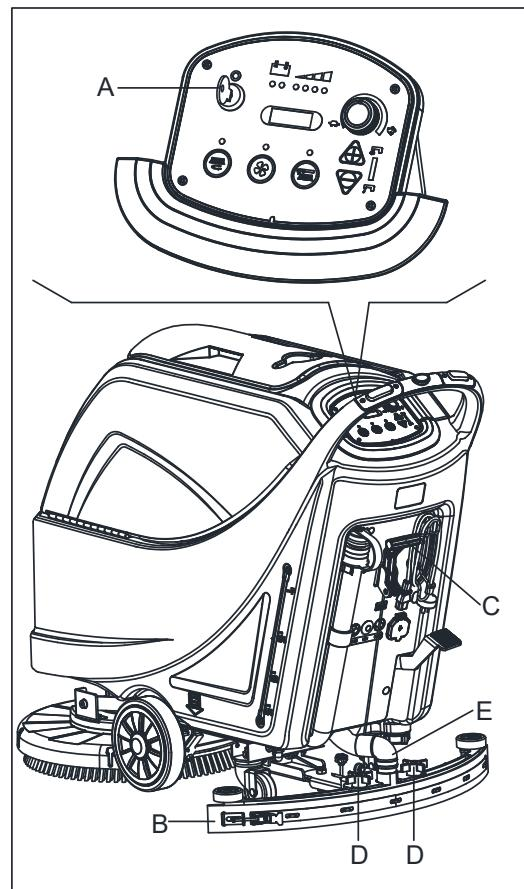
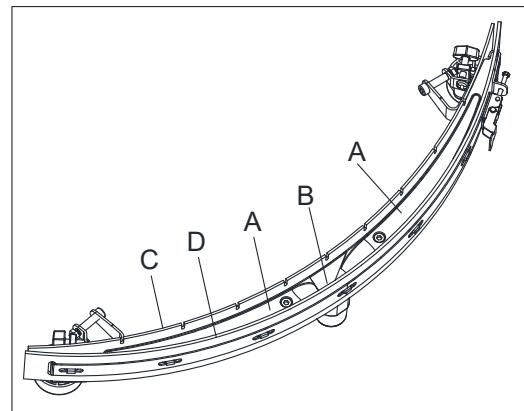

Рисунок 17
Рисунок 18
2. Поверните ключ зажигания (A, Рисунок 17) на "0".
3. Опустите швабру (B) при помощи рычага (C).
4. Ослабьте кнопки (D) и извлеките швабру (B).
5. Отсоедините вакуумный шланг (E) от швабры.
6. Очистите стальную или алюминиевую швабру (Рисунок 18). Очистите отсеки (A) и отверстие (B) особенно. Проверьте переднюю лопасть (C) и заднюю лопасть (D) на целостность, на отсутствие порезов и разрывов; при необходимости замените их (смотрите процедуру в следующем параграфе).